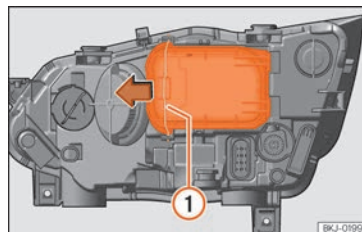

Fig. 54 En el vano motor: retirar la tapa.
- Desplace el tirante » » » **fig. 54** (1) en el sentido de la flecha y saque la tapa.